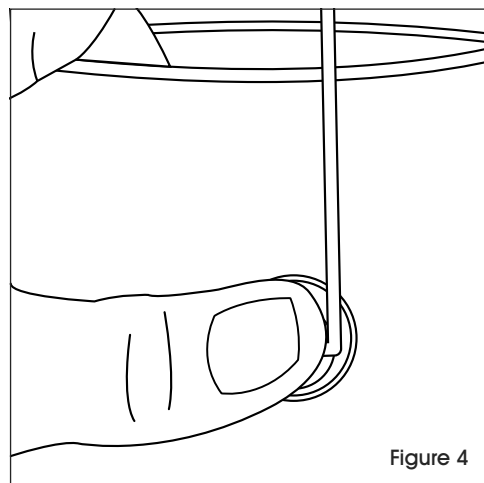

Figure 4
4. Press thumb on the prong while gently twisting handle to insert prong into hole. Use pliers to press on prong if needed. (See Figure 4)
4. Appuyez du doigt sur l'extrémité de la poignée tout en la tournant doucement afin d'insérer l'extrémité dans le trou. Utilisez la pince pour pousser dessus au besoin. (Voir Figure 4)